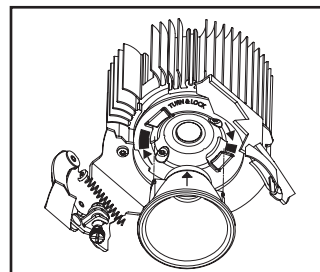
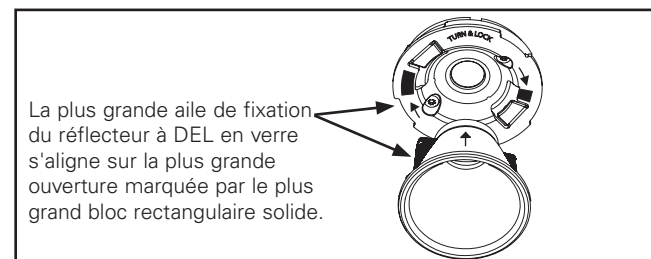

Figure 13. Positionnez le réflecteur
Figure 16. Vue détaillée
2. Positionnez le réflecteur à DEL de sorte que l'aile de fixation la plus grande s'aligne sur la plus grande ouverture de l'anneau de rétention du réflecteur. La plus grande ouverture est marquée d'un bloc rectangulaire solide (Figure 13. à Figure 16.).